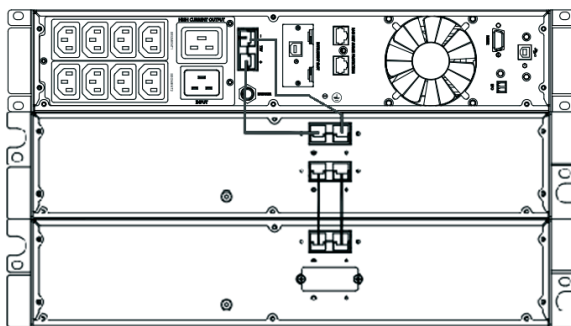

Рисунок 14. Подключение ВБМ к ИБП
2.3.5. Подключение ВБМ к ИБП, смотрите Рис. 14